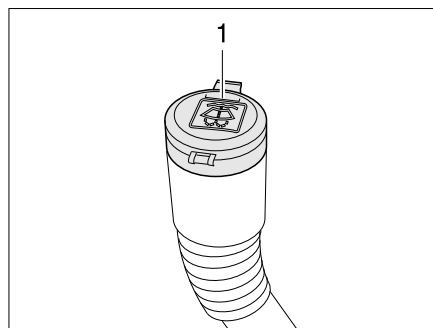

Bild 23 Einfüllstutzen Waschwasserbehälter
- Den Deckel (Bild 23,1) vom Einfüllstutzen des Waschwasserbehälters abnehmen.